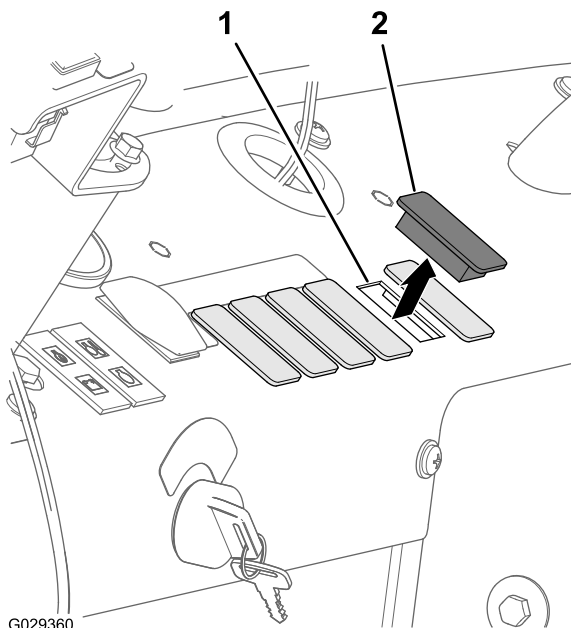
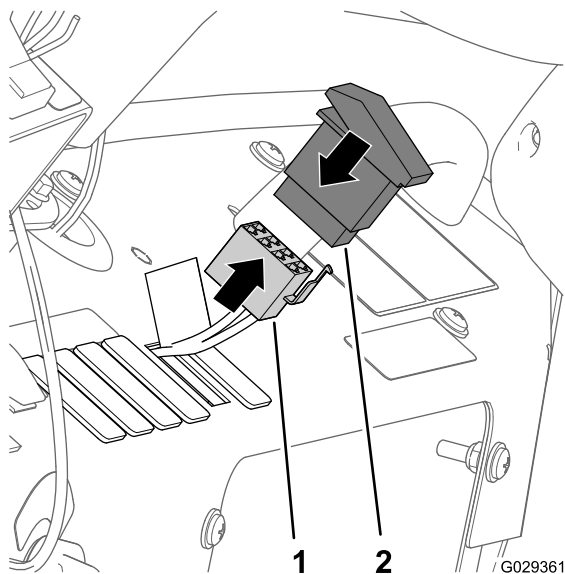

Figura 27
Figura 28
1. Retire el quinto enchufe por la derecha del salpicadero de la máquina (Figura 27).
2. Alinee el conector de 8 tomas a través de la abertura del salpicadero y conéctelo al conector (Figura 28) con las clavijas en la parte trasera del interruptor basculante de 2 posiciones (interruptor del COMPRESOR ON/OFF).
3. Monte el interruptor en el salpicadero y presiónelo hasta que se ajuste firmemente en la abertura (Figura 27 y Figura 28).